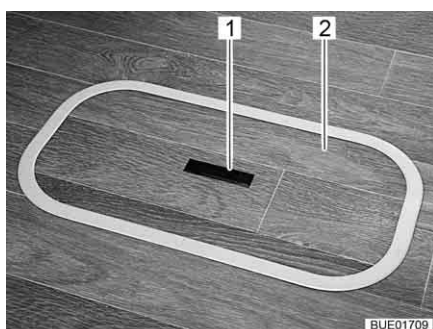
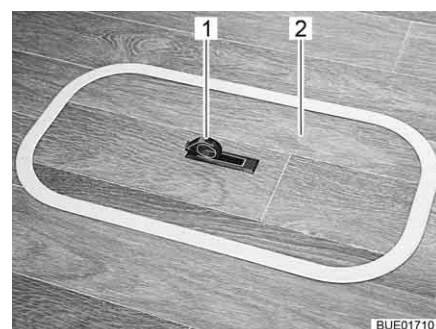

Fig. 85 Couvercle compartiment dans le plancher (poignée encastree)
Fig. 86 Couvercle compartiment dans le plancher (poignée pivotée vers l'extérieur)
- Pousser la plaque de la poignée (Fig. 85,1) vers le bas d'un côté. La poignée (Fig. 86,1) pivote vers le haut.
- Tirer le couvercle (Fig. 85,2 et Fig. 86,2) vers le haut pour le retirer.